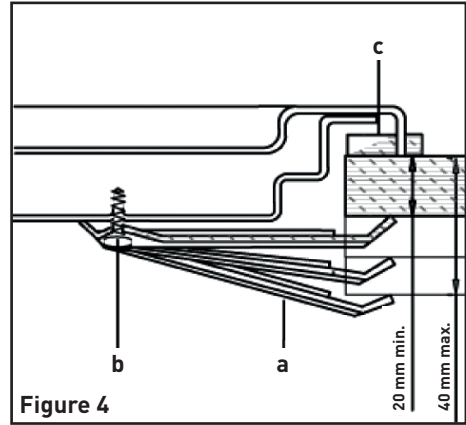

Figure 4
- Retournez la table de cuisson et montez les pattes « a » aux endroits prévus en serrant légèrement les vis « b » (Fig. 4).